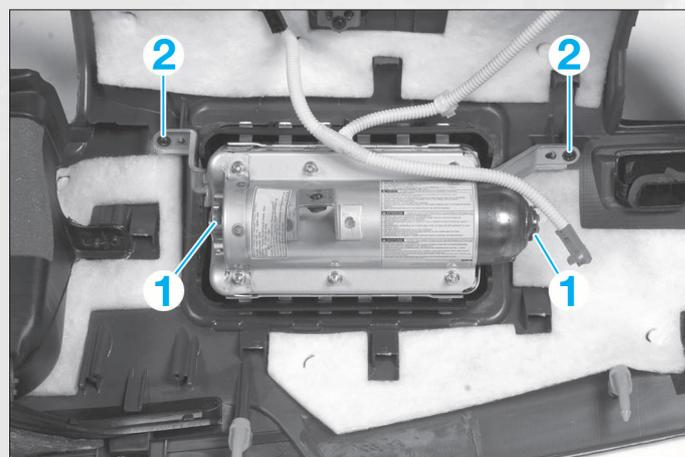

FIG. 7
• Débrancher les connecteurs d'airbag (1), en faisant levier sous les languettes jaune des connecteurs orange et noir avec un petit tournevis plat (fig. 7).